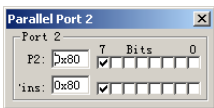

图 23-19 并行端口 2 的输出
- (6) 按 F11 键, 继续执行。KeyScan 函数返回按键的键值, 程序根据键值的大小, 循环置 P2.7 端口为 0 或 1, 相当于点亮熄灭发光二极管, 如图 23-19 所示。